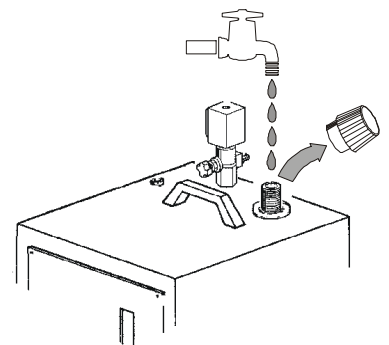
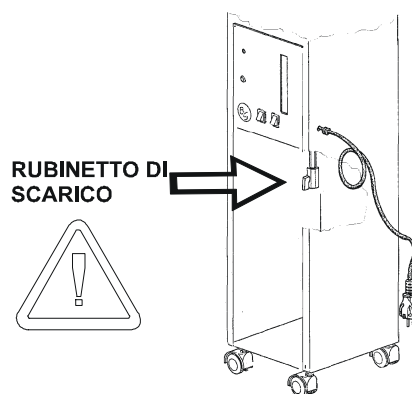

Fig. 4
Fig. 7
1. Dévisser le bouchon-soupape de BARBARA 31 (fig. 1), remplir la chaudière d'eau (fig. 2-4) jusqu'au niveau marqué MAX ou à volonté. Visser le bouchon à nouveau par la part en plastique, prenant soin de ne le brider trop sinon la garniture s'abîme. **N.B.** s'assurer que le robinet de décharge soit fermé (fig. 7).
Dévisser le bouchon-soupape (fig. 4). Ouvrir le panneau antérieur et, à travers le robinet spécial, décharger la chaudière (fig. 7). Quand l'eau est sortie, se rappeler de fermer le robinet de décharge et le panneau antérieur. Il peut se passer que le robinet s'obture : en ce cas, prendre un fil de fer avec un diamètre de 3-4 mm ou similaire et l'introduire dans le conduit pour le déboucher.